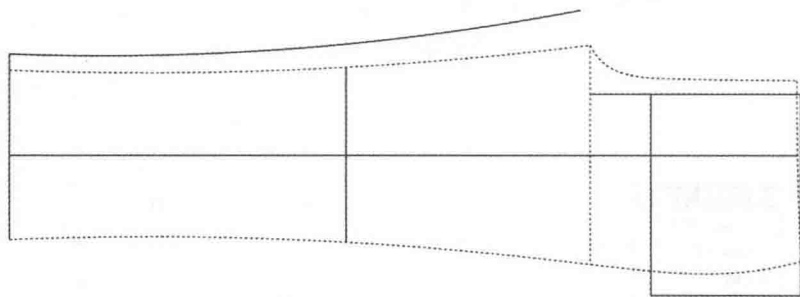

图 7-36 膝围线单向靠边至内侧缝线
(30) 选择 【智能笔】工具中单向靠边功能。将膝围线靠边到内侧缝线（图 7-36）。